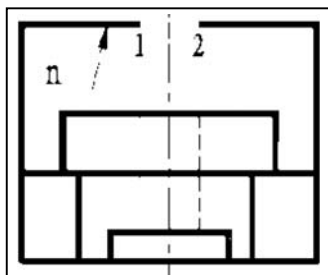

Рис. 6.18. Разрыв полилинии *n* командой «Разорвать»
1. Разорвать полилинию *n* в верхней части детали на виде слева с помощью команды «Разорвать», (рис. 6.18).